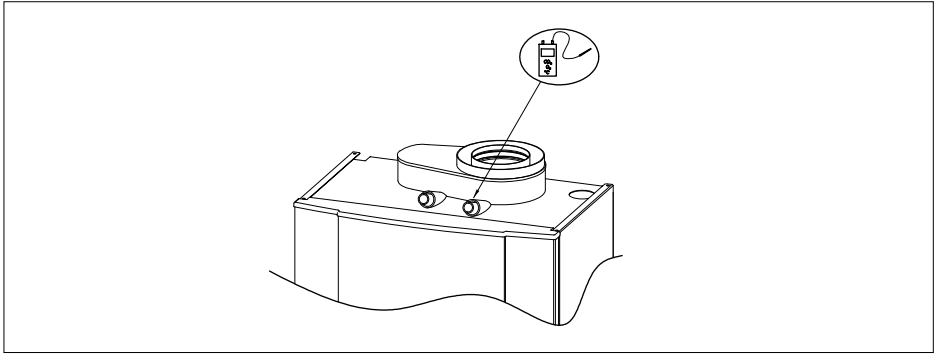

fig. 20 Punto de medida
- Controlar el buen funcionamiento del dispositivo de reglaje de aporte de aire/gas midiendo el valor de contenido en CO₂ (o de O₂ en caso de ausencia de CO₂ en gas) en el conducto de gas de combustión (punto de medida, ver fig. 20).